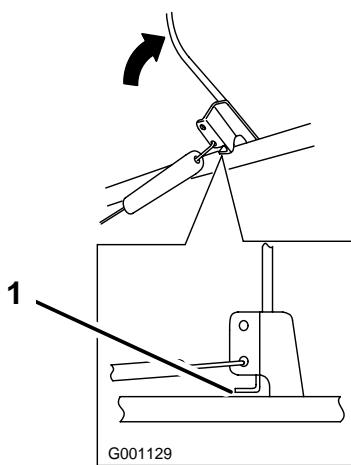

Figure 19
2. Vérifiez que la barre de commande et le guidon sont espacés de 2 à 3 mm (1/16 à 1/8 pouce) (Figure 19). Pour régler le câble, reportez-vous à la section Réglage du câble ci-dessous.